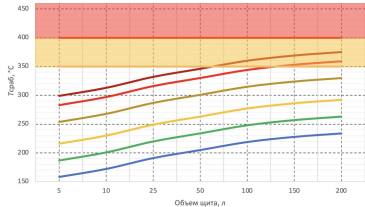

Рис. 1 Зависимость температуры срабатывания от объема щита
1. По номограмме (Рисунок 1) для заданного объема V и выбранного порога CO_{th} определить T_{сраб};